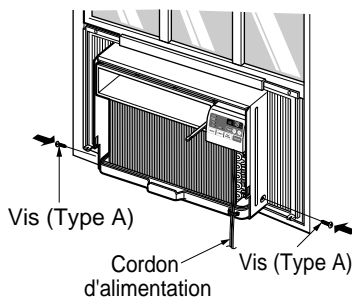

Fig. 7
- 10 Glissez l'appareil dans le boîtier. (Voyez la fig. 7)